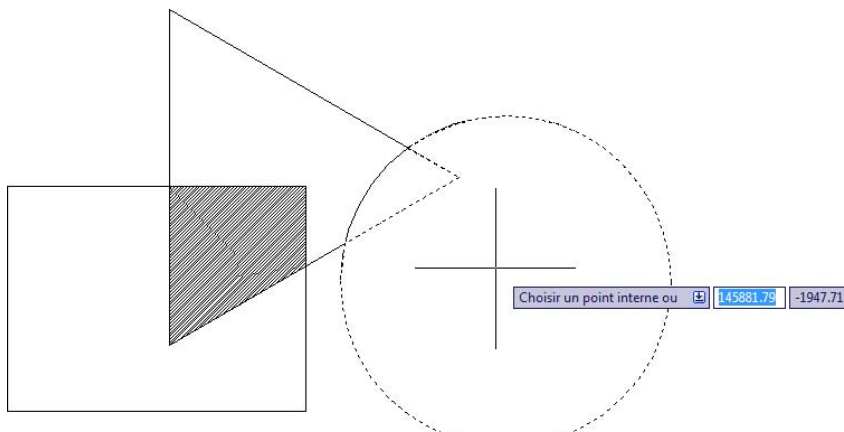

Figure 5.36
9. Cliquez sur OK et AutoCAD effectue automatiquement la hachure de la zone. Cliquez du bouton droit afin de rappeler la dernière commande et recommencez l'opération pour une autre zone (simplement en cliquant de nouveau sur le bouton Choix des points, tous les autres paramètres sont conservés en mémoire par défaut) [voir Figure 5.36].